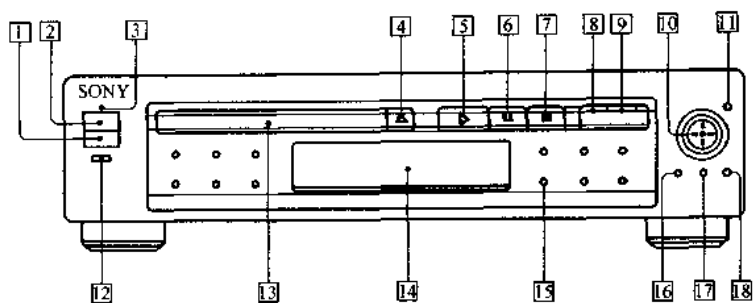
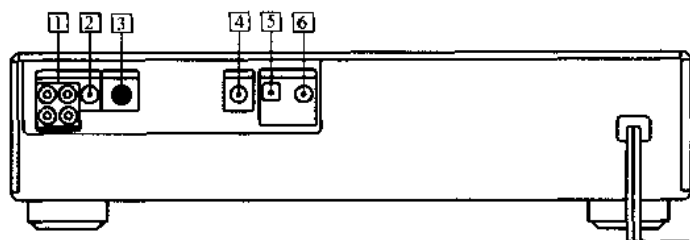
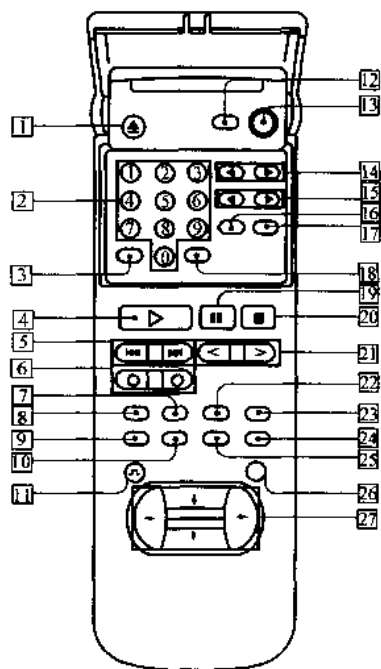

图 1-1 前面控制板的各个控制部位
图 1-2 后面控制板的各个控制部位
图 1-3 遥控器上的各个控制部位
前面控制板的各个控制部位如图 1-1 所示，后面控制板的各个控制部位如图 1-2 所示。遥控器上的各个控制部位则如图 1-3 所示。
在图 1-1 中，前面控制板的各个控制部位的名称分别如下所述：①——遥控传感器；②——电源开关；③——接通/待机按钮；④——光碟托盘弹出/关闭按钮；⑤——播放按钮；⑥——暂停按钮；⑦——停止按钮；⑧——往后跳越按钮；⑨——向前跳越按钮；⑩—— $\leftarrow/\uparrow/\downarrow/\rightarrow$ 移动按钮；⑪——进入按钮；⑫——目录菜单按钮；⑬——光碟托盘；⑭——前面板显示；⑮——显示按钮；⑯——主标题按钮；⑰——DVD 目录按钮；⑱——返回（确认）按钮。
在图 1-2 中，后面控制板的各个控制部位的名称分别如下所述：①——线输出（音频 1 和 2）接口；②——线输出（视频）接口；③——S-视频（Video）输出接口；④——S-连接（Link）接口；⑤——数字输出（光学）接口；⑥——数字输出（同轴电缆）接口。
在图 1-3 中，遥控器上的各个控制部位的名称分别如下所述：①——光碟托盘弹出/关闭按钮；②——数字钮；③——清除按钮；④——播放按钮；⑤——往后跳越/向前跳越按钮；⑥——扫描按钮；⑦——角度改变按钮；⑧——音频改变按钮；⑨——显示按钮；⑩——主标题按钮；⑪——返回按钮；⑫——TV（电视机）